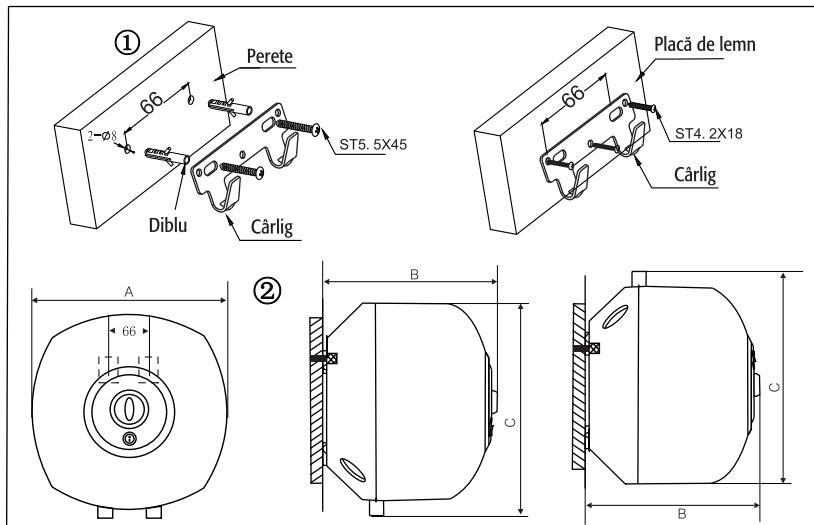

Figura 2
- ① Utilizați o mașină de găurit electrică pentru a face două găuri de Ø8 în perete. Distanța dintre cele două găuri trebuie să respecte indicațiile din figura 2.(66 mm)
- ② Introduceți diblurile în găurile efectuate astfel încât cârligele să fie orientate în sus.
- ③ Ridicați boilerul, agătați-l și fixați-l în cârlige.
- ④ Înălțimea găurilor trebuie stabilită ținând cont de poziția raccordurilor hidraulice pe perete, de tipul conductelor hidraulice utilizate și de poziția raccordurilor inferioare ale boilerului (a se vedea figura 2).